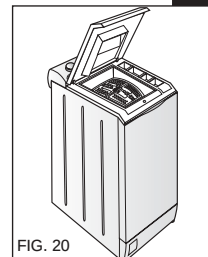

FIG. 20
- 2 La manette de sélection des programmes (10) doit être sur la position arrêt (STOP).
- 6 Ouvrez le couvercle supérieur en le soulevant (Fig. 20).